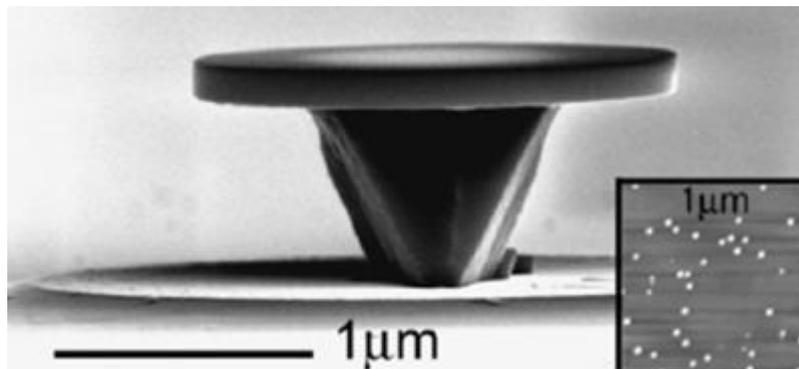

Рис. 1. Колонна микродискового лазера. На вставке – квантовые точки из арсенида индия на поверхности арсенида галлия.
1. Оцените в файле ответов, с какой точностью (с каким числом знаков после запятой) нужно взять число "пи" при расчётах длины окружности по радиусу (или наоборот) при изготовлении а.) диска из арсенида галлия для микродискового лазера (рис. 1) радиусом $R = 1,8$ мкм; б.) квантовой точки из арсенида индия, имеющей форму цилиндра радиусом $r = 20$ нм; в.) одностенной углеродной нанотрубки диаметром $d = 1,4$ нм (5 баллов), укажите этот ответ ниже (1 балл)